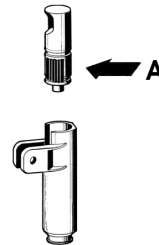

Bild 2
- 2 Den Kolben des Hahns (in Bereich A, gezeigt auf Abbildung 2) ausschließlich mit einem lebensmitteltauglichen Fett schmieren.